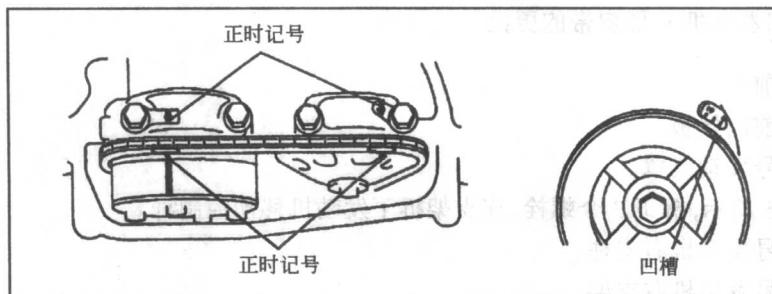

图 1-8
(1) 转曲轴皮带轮, 让曲轴皮带轮的凹槽与正时链罩的“0”记号对正。
(2) 如图 1-8 所示, 检查凸轮轴链轮的正时记号是否与 1 号轴承盖的正时记号对正。